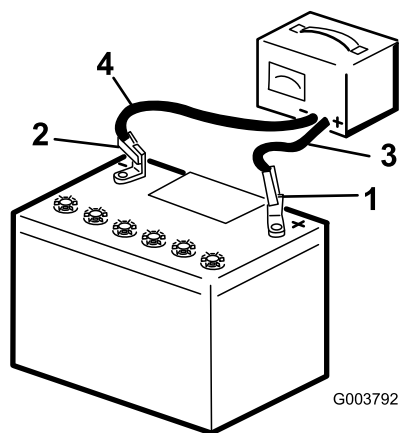

Figura 39
2. Încărcați bateria timp de minim 4 – 8 ore la 3 – 4 A (Figura 39). Nu supraîncărcați bateria.
3. Atunci când bateria este complet încărcată, deconectați încărcătorul de la priza electrică, apoi deconectați cablurile încărcătorului de la clemele bateriei (Figura 39).